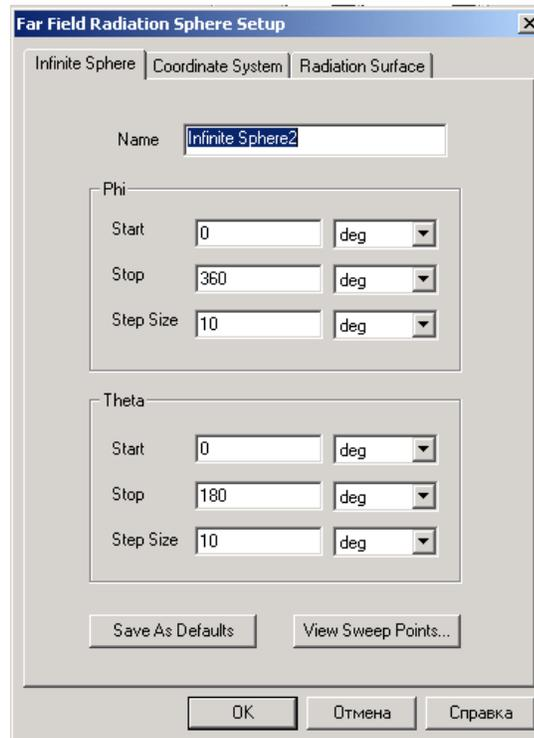

Рис. 10.5. Задание бесконечно расположенной сферы для расчета дальнего поля
1. Нажмите **HFSS>Radiation>Insert Far Field Setup>Infinite Sphere**. Появляется окно **Far Field Radiation Sphere Setup** (рис. 10.5).